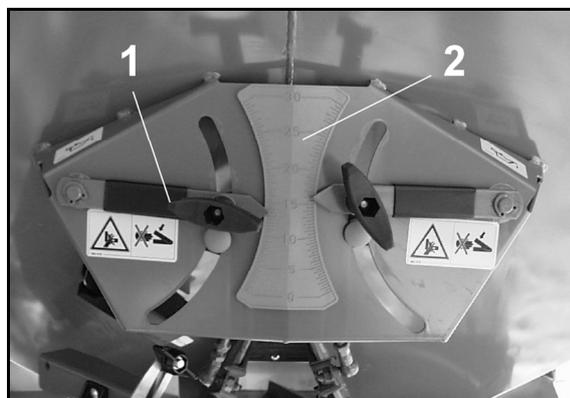

図 81
7. 境界散布時には、機械左側で設定レバー (図 81/1) のシャッター位置を目盛り (図 81/2) で分割マーク 2 本分戻します。